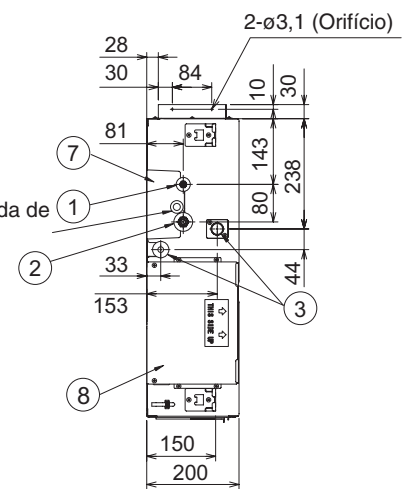

Fig. 3-2
- O diagrama mostra as dimensões detalhadas da unidade interior. (Fig. 3-2)